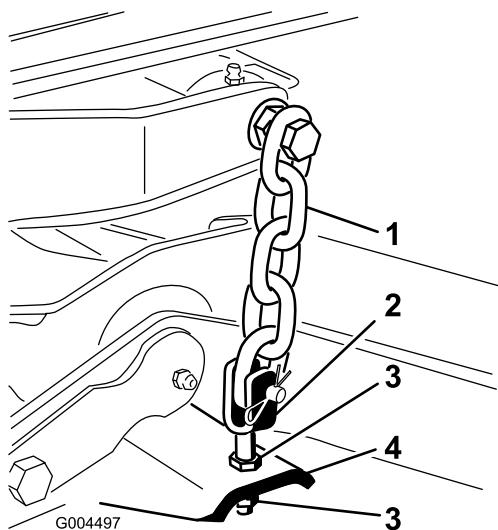

図 24
- デッキのヨーク/チェーンをデッキに固定しているジャムナットを調整してデッキを水平にする図 24。